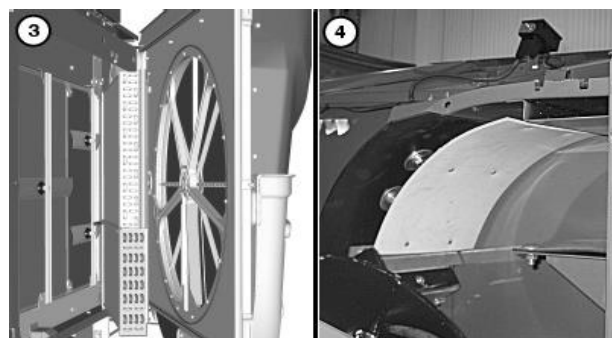

Рис.4.43 – Очищення блоку радіаторів (3) та датчика потоку маси (4)
10. Блок радіаторів (теплообмінників) продувати стиснутим повітрям з середини назовні (рис.4.43).
11. Датчик потоку маси. Опустити шнек та очистити планку датчика потоку маси (рис.4.43).